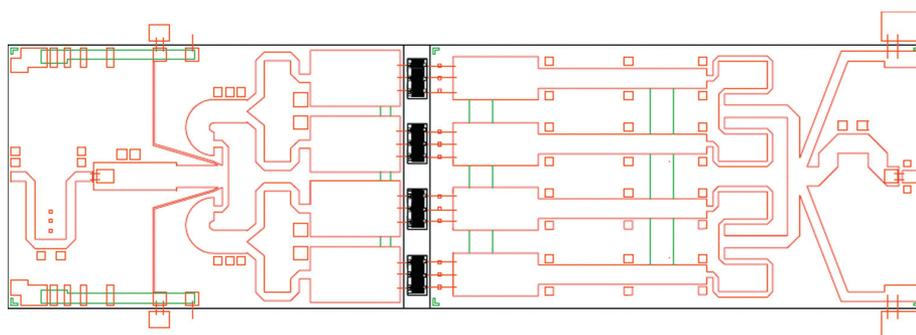

Рис. 7. Конструкция каскада типа 48X4
Каскад типа 48X4 отличается по принципу построения от предыдущих. Схема синфазного суммирования (IP) здесь частично совмещена со схемами входной и выходной согласующих цепей и напоминает по принципу построения каскад, описанный в [6]. Это позволяет провести оптимизацию схемы в целом и, как следствие, несколько улучшить ее параметры и уменьшить габариты, однако не исключает основных недостатков, присущих схеме IP. Конструкция каскада 48X4 показана на рис. 7.